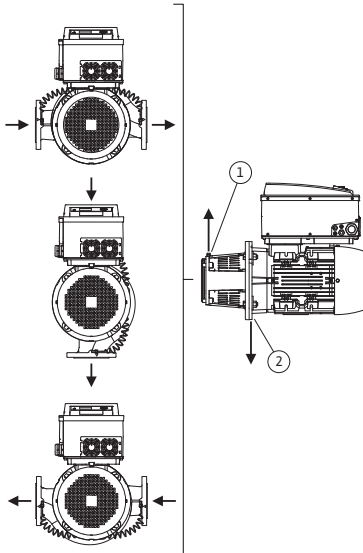
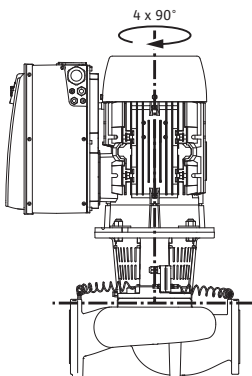

Fig. 18: Leistinos montavimo padėtys su horizontaliu variklio velenu
Fig. 19: Leistinos montavimo padėtys su vertikaliu variklio velenu
Leistinos montavimo padėtys su horizontaliu variklio velenu ir į viršų nukreiptu elektronikos moduliui (0°) parodytos Fig. 18. Nepaivaizduotos leistinos montavimo padėtys su iš šono montuojamu elektronikos moduliui ($\pm 90^\circ$). Galima bet kuri kita montavimo padėtis, išskyrus „elektronikos modulis žemyn“ (-180°). Oro pašalinimas iš siurblio užtikrinamas tik tuo atveju, jei oro šalinimo vožtuvas nukreiptas į viršų (Fig. 18, poz. 1).
Tik šioje padėtyje (0°) susidarantis kondensatas gali nutekėti per tam skirtas angas, siurblio karkasą bei variklį (Fig. 18, poz. 2). Šiuo tikslu pašalinkite kamštį nuo variklio flanšo.
Leistinos montavimo padėtys su vertikaliu variklio velenu parodytos Fig. 19. Leidžiama montuoti bet kokioje padėtyje, išskyrus padėtį „variklis apačioje“.
- Jei variklio velenas horizontalus, karkase esantis oro šalinimo vožtuvas (Fig. 6, poz. 1.31) visada turi būti nukreiptas į viršų (Fig. 6b.). Jei variklio velenas vertikalus, galima bet kokia padėtis. Taip pat žiūrėkite Fig. 18: „Leistinos montavimo padėtys su horizontaliu variklio velenu“ p. 17 arba Fig. 19: „Leistinos montavimo padėtys su vertikaliu variklio velenu“ p. 17.